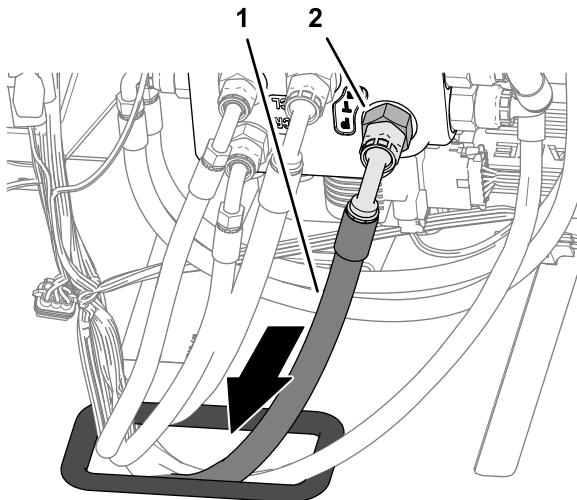

Bild 123
5. Führen Sie das Ende des Hydraulikpumpenschlauchs 10 x 2921 mm mit dem 45°-Anschlussstück durch die Tülle in der Bodenplatte (Bild 123).
6. Montieren Sie das 90°-Anschlussstück des Hydraulikpumpenschlauchs 10 x 2921 mm auf das Anschlussstück des Anschluss PT des EHI-Lenkventils und ziehen Sie das Schlauchanschlussstück fest (Bild 123).